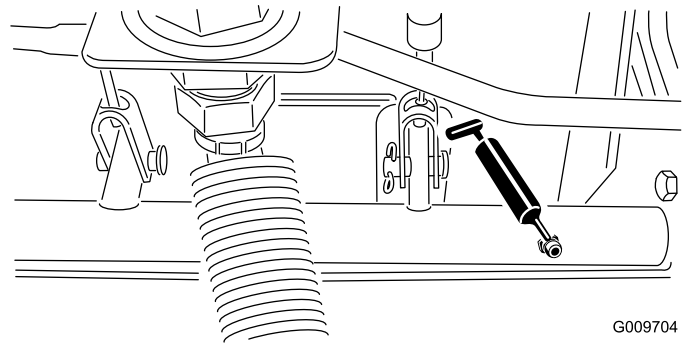

Figura 49
- Rolamentos articulados do eixo do travão (5) (Figura 49)